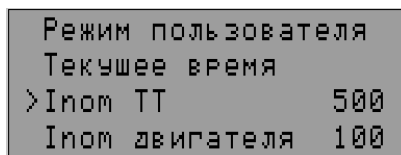

Рисунок 5.6 – Меню пользователя
- кнопками **ВВЕРХ** или **ВНИЗ** выбрать необходимый параметр (на рис. 5.6 выбран параметр "Inom ТТ" – номинальный ток ТТ);